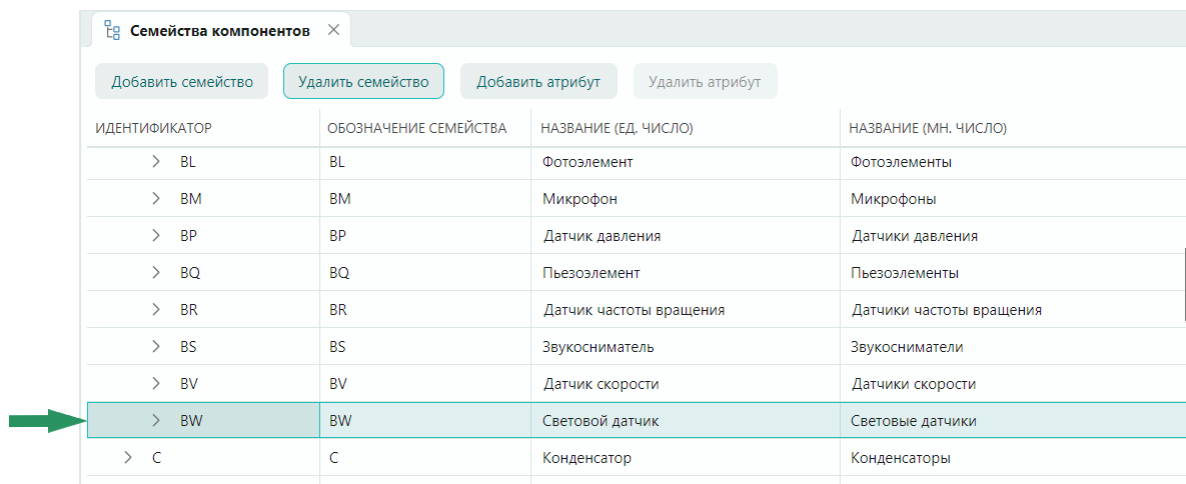

Рис. 41 Выбор семейства
3. Выберите в таблице семейств то семейство, которое необходимо удалить, см. Рис. 41.